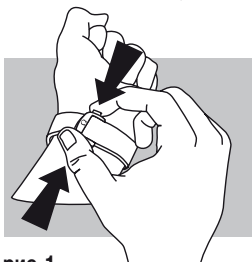

рис. 1
**Как расстегнуть (рис. 1):** чтобы расстегнуть застежку, необходимо нажать на две кнопки, расположенные по обе стороны застежки OMEGA, и потянуть вверх.